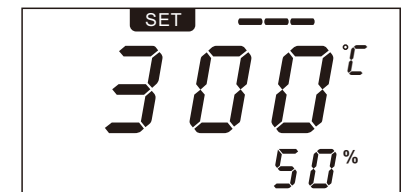

图 1-5
2. 调整温度值(锁定时温度值不可调整)：按Temp的“▲”或“▼”键，状态切换到SET（如图1-5）。长按键可快速调整，停止按键3秒后自动保存温度设置，状态切换到REAL。